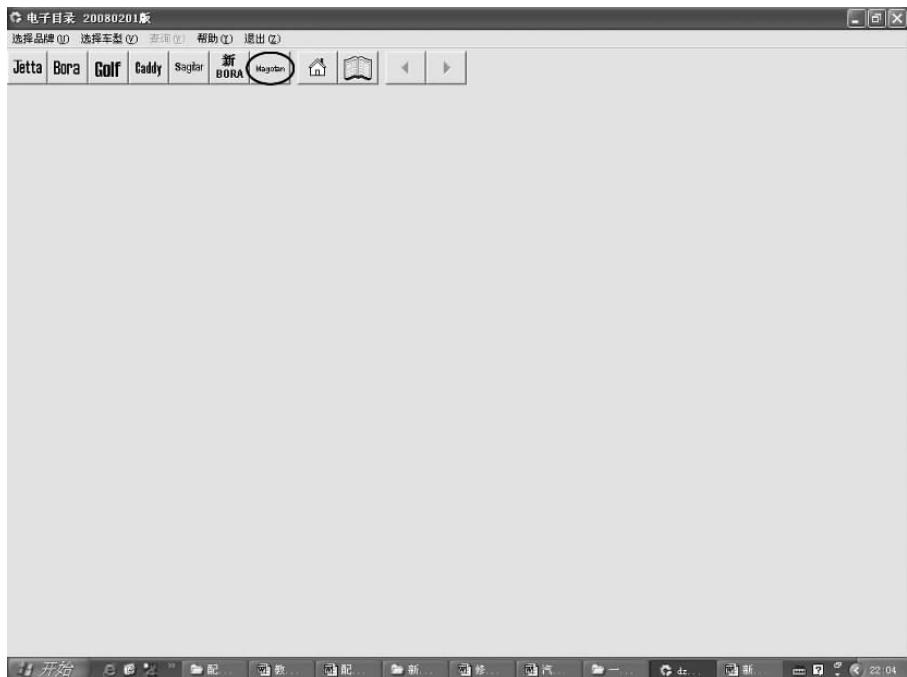

图 2-15 选择车型界面
③ 选择车型界面，选择“Magotan”（迈腾），如图 2-15 所示。